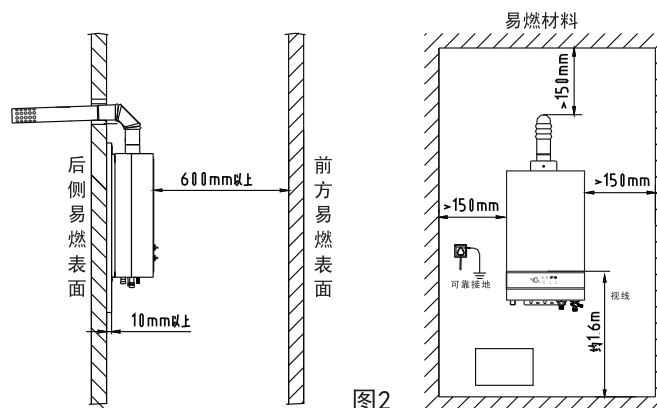

图2
- 热水器宜安装在人的视线与观火孔平齐的高度，即距地1.6m左右。(详见图2)